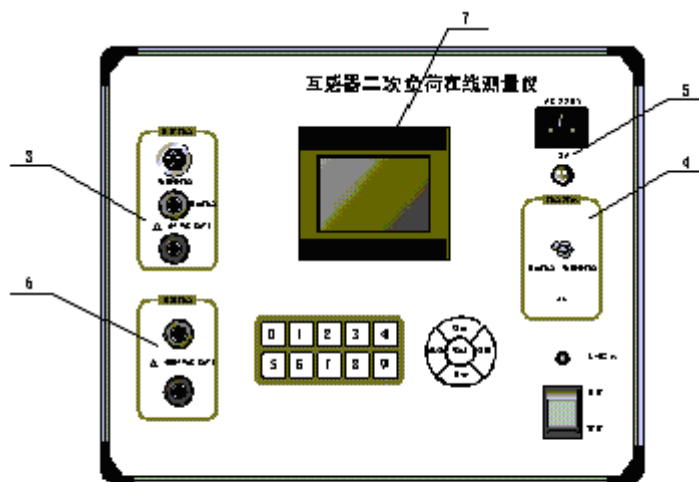

图 2
2.10.1 面板布置图如图 2 所示：
将钳形夹夹于二次任一根导线上，接线图如图 2 所示